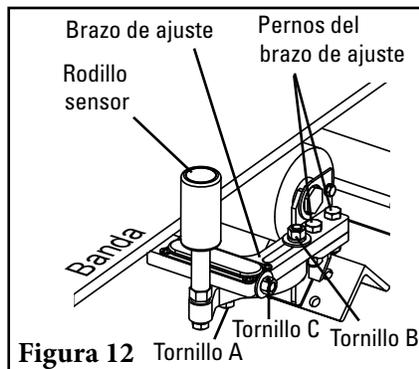
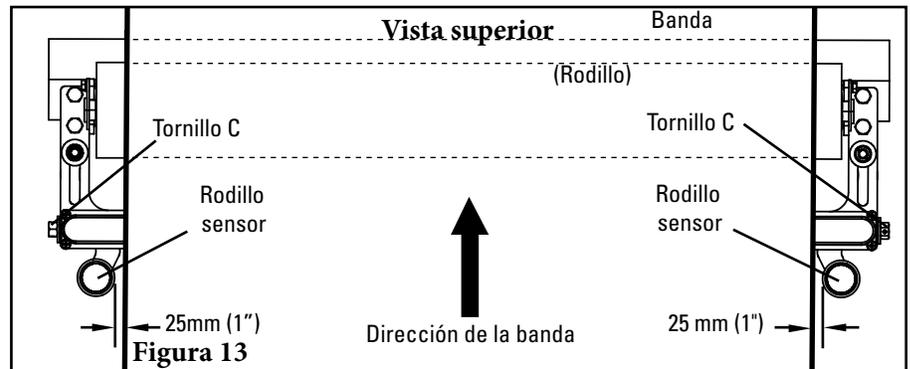

Figura 12
Figura 13
13. **Ajuste los rodillos sensores** para que estén a 25 mm (1") de la banda en cada lado. Ajuste al aflojar los tornillos "A" y "B" (que se muestran en la Figura 12), luego gire los tornillos "C" (Figura 13).